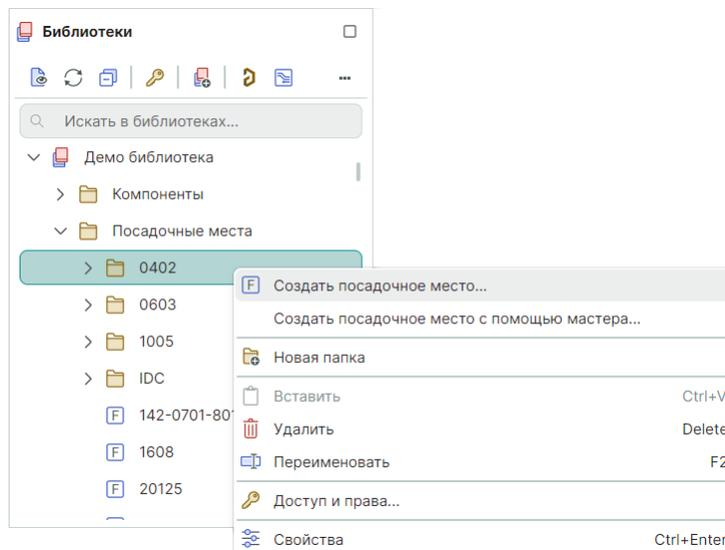

Рис. 77 Вызов контекстного меню для выбранной библиотеки
2.1. Выделите в иерархии библиотеки папку, в которой надо создать посадочное место, и из контекстного меню выберите «Создать посадочное место», см. Рис. 77.